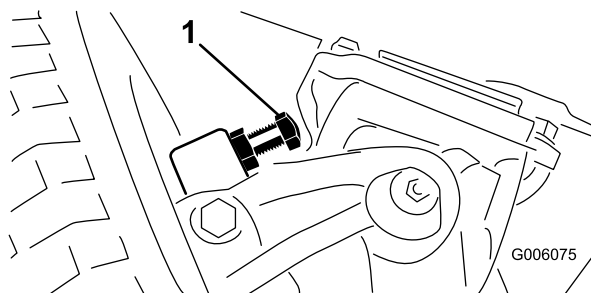

Figura 60
1. Enrosque o desenrosque los pernos hasta obtener el espacio de 0,23 cm (Figura 60).